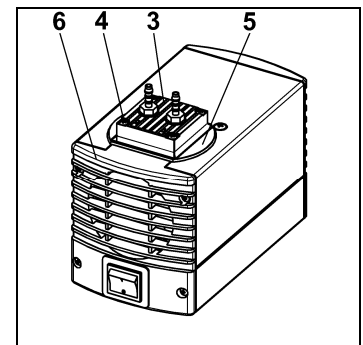
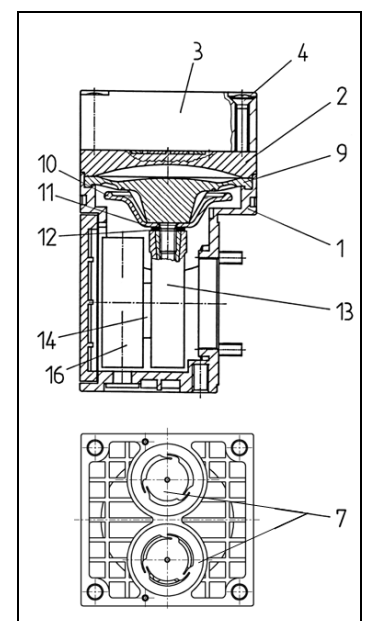

Abb. 4: Pumpenkopf abmontieren
Abb. 5: Pumpenkopf
1. Kopfdeckel (Abb. 4/3), Abdeckung (5) und Gehäusedeckel (6) mit einem durchgehenden Bleistiftstrich markieren. Damit lässt sich ausschließen, dass die Teile beim späteren Zusammenbau falsch montiert werden.
2. Die vier Kopfdeckelschrauben (4) lösen und den Kopfdeckel (3) zusammen mit der Abdeckung (5) vom Pumpengehäuse abnehmen.
3. Zwischenplatte (Abb. 5/2) und Gehäuse (1) durch einen durchgehenden Bleistiftstrich markieren.
4. Zwischenplatte (2) von Gehäuse (1) abnehmen.
1. Von der Zwischenplatte (Abb. 5/2) die Ventilplatten/Dichtungen (7) entfernen.
2. Ventilsitze, Zwischenplatte (2) und Kopfdeckel (3) auf Sauberkeit prüfen; bei Unebenheiten und Kratzern sind diese Teile zu ersetzen.
3. Die neuen Ventilplatten/Dichtungen (7) in die Ventilsitze der Zwischenplatte (2) einlegen; die Ventilplatten/Dichtungen für Druck- und Saugseite sind identisch, gleiches gilt für Ober- und Unterseite der Ventilplatten/Dichtungen.